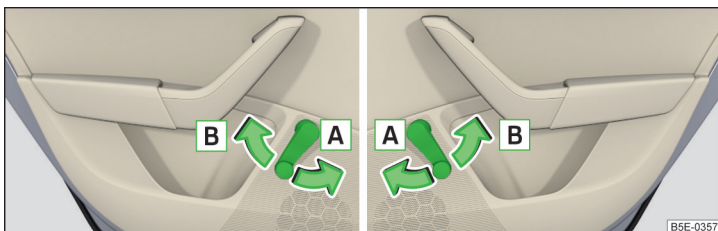

Fig. 41 Operarea geamului: stânga/dreapta
- Pentru **deschidere**, rotiți macaraua în sensul săgeții **A** » **fig. 41**.